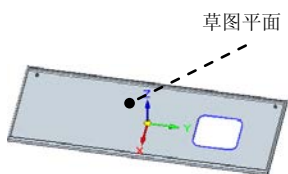

图 8.13.242 法向除料特征 1
Step17. 创建图 8.13.242 所示法向除料特征 1。
(1) 选择命令。在“主页”功能选项卡“钣金”工具栏中单击  按钮, 选择  法向除料命令。
(2) 定义特征的截面草图。
① 选取草图平面。选取图 8.13.242 所示的模型表面为草图平面。